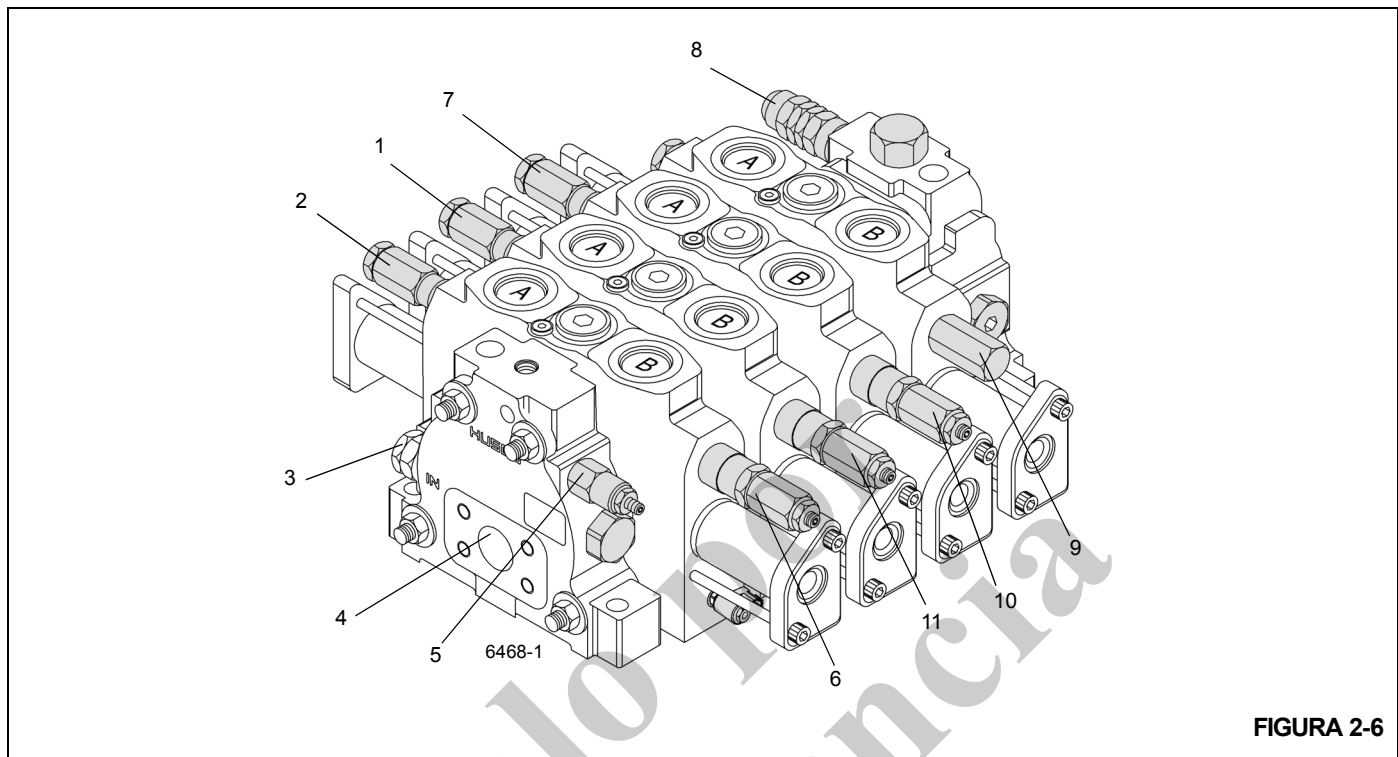

FIGURA 2-6
1. Instale el acoplador de desconexión rápida para diagnóstico con manómetro en la boquilla de prueba en la lumbrera para manómetros de la entrada de la válvula de control de sentido principal (Figura 2-6).
4. Instale el acoplador de conexión rápida para diagnóstico con manómetro en la boquilla de prueba en la lumbrera de prueba de alivio de detección de carga de la válvula de control de sentido principal (Figura 2-6).
1. Instale el acoplador de desconexión rápida para diagnóstico con manómetro en la boquilla de la lumbrera de prueba de suministro piloto (Figura 2-6).